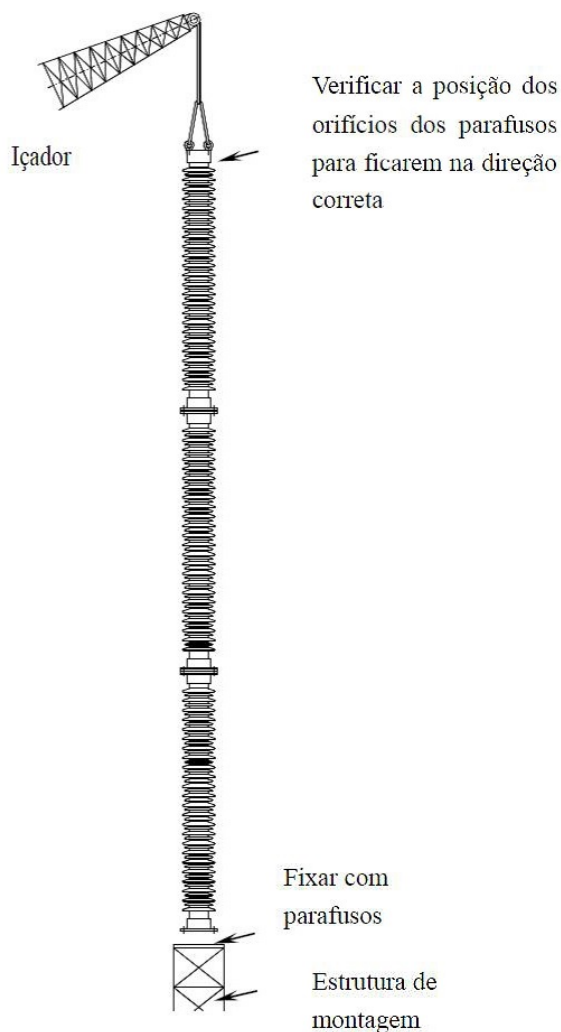

Figura 5 – Colocação do isolador montado na estrutura de montagem.
- Após conectar todos os corpos dos isoladores, içar o conjunto montado e colocar no local desejado (por exemplo: estrutura suporte, conforme Figura 5). A esta altura, verificar a posição dos furos para colocação de parafusos no corpo do isolador topo a fim de que os mesmos fiquem na direção correta para conexão do barramento ou qualquer outro acoplamento a ser usado em obra.